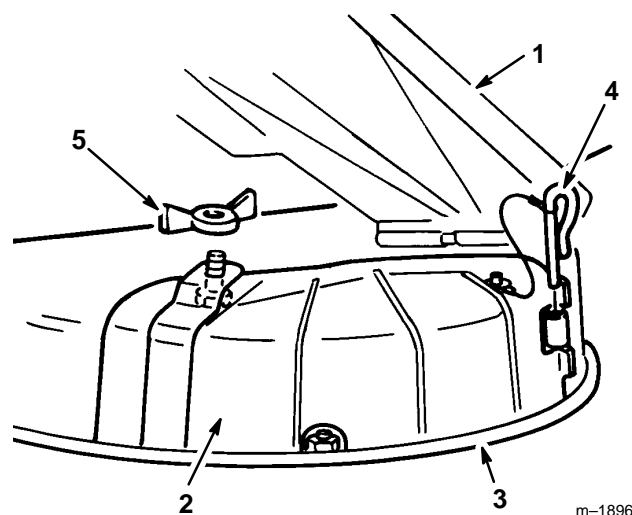

Abbildung 12
2. Das Grasablenkblech anheben und die Auswurfkanalabdeckung über der Öffnung auf die untere Lippe des Mähwerks setzen und in das vordere Scharnier schieben (Abb. 12).
3. Den Scharnierstift durch das Scharnier schieben (Abb. 12).
4. Die Auswurfkanalabdeckung mit der Flügelmutter am Mähwerk befestigen (Abb. 12).